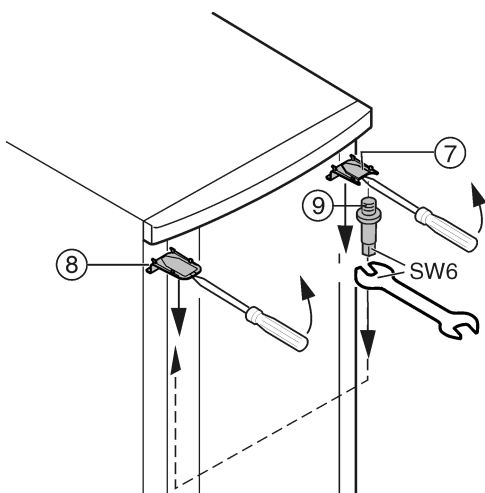

Fig. 7
- ▶ Faire déclipeter le cache *Fig. 7 (7)* en haut et le cache *Fig. 7 (8)* avec un tournevis devant et l'enlever diagonalement vers le bas.
- ▶ Dévisser le pivot d'appui *Fig. 7 (9)* et le visser du côté opposé (**avec 4 Nm**).
- ▶ Remonter le cache *Fig. 7 (7)* du côté du pivot d'appui : l'insérer par l'arrière et l'encliquer sur l'avant.
- ▶ Monter le cache *Fig. 7 (8)* sur le côté opposé: l'insérer par l'arrière et l'encliquer sur l'avant.
- ▶ Accrocher la porte dans le pivot d'appui *Fig. 7 (9)* supérieur.